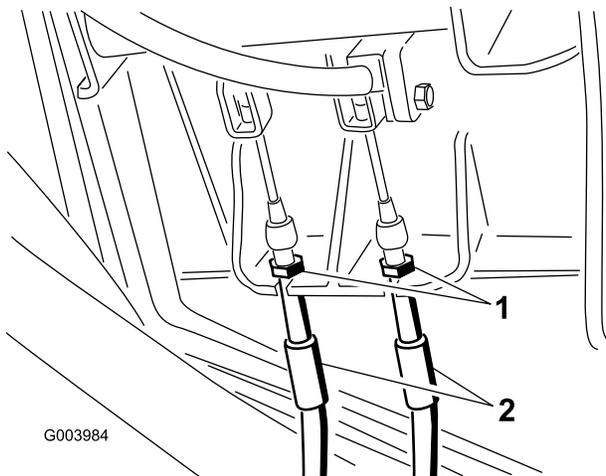

Figura 74
1. Para reduzir a folga dos pedais dos travões, aperte os travões desaperando a porca dianteira que se encontra na extremidade roscada do cabo dos travões (Figura 74).